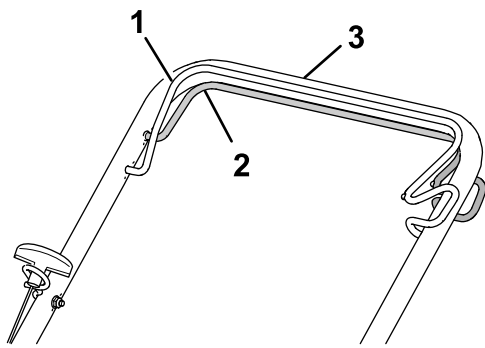

Рисунок 15
- Для включения самоходного привода: прижмите штангу управления самоходным приводом к рукоятке и удерживайте ее в нажатом положении (Рисунок 15).